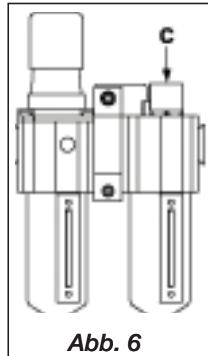

Abb. 6
Der Einstellknopf (C) ist werkseitig vollständig im Uhrzeigersinn eingestellt, es wird also kein Öl für die Schmierung des Systems zugeführt. Schalten Sie für die erstmalige Einstellung die Luft ein und starten Sie den Fluss des Systems. Drehen Sie den Knopf, um die Öltropfrate einzustellen. Drehen des Knopfs entgegen dem Uhrzeigersinn erhöht die Tropfrate (siehe Abb. 6). Stellen Sie die Tropfrate am Anfang auf ein oder zwei Tropfen pro Minute ein und nehmen Sie eine Feineinstellung der Rate vor, wenn das System seine normale Betriebstemperatur erreicht hat.
Ziehen Sie den Knopf zum Entriegeln gerade nach oben. Der Einstellknopf muss zum Erhöhen der Auslassdruckeinstellung im Uhrzeigersinn und zum Verringern entgegen dem Uhrzeigersinn gedreht werden. Um den Druck zu verringern, verringern Sie ihn zuerst auf einen Druck, der niedriger ist als gewünscht, und erhöhen Sie ihn dann auf den gewünschten Auslassdruck (siehe Abb. 6).